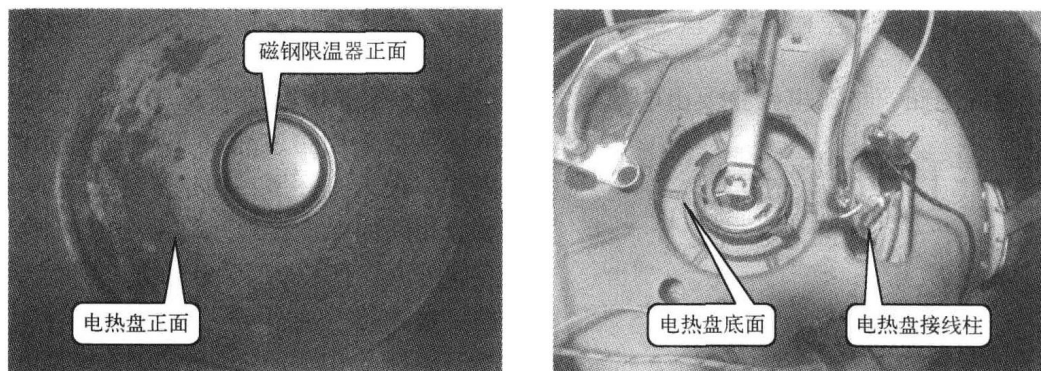

图 1-6 机械式电饭煲的电热盘
1) 电热盘 电热盘是电饭煲电路的核心。电热盘是将电热管放在模具中，然后铸上铝合金制造而成的，并且有足够的强度和良好的导热性能。电热盘的中间有一个圆形孔，用于安装磁钢限温器。电热盘结构如图 1-6 所示。